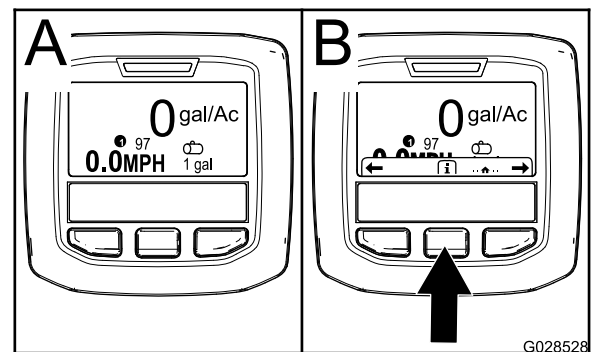

Figure 18
2. Après environ 15 secondes, l'écran d'accueil s'affiche ; appuyez sur le bouton de sélection central pour afficher le menu contextuel (Figure 18).